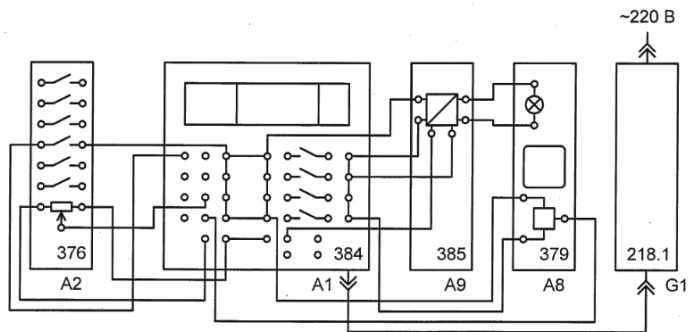

Рис. 9.26. Схема электрических соединений
Схема электрических соединений представлена на рис. 9.26.
- Соединить проводами разъемы на лицевой части стенда в соответствии с электрической схемой соединений (рис. 9.26).